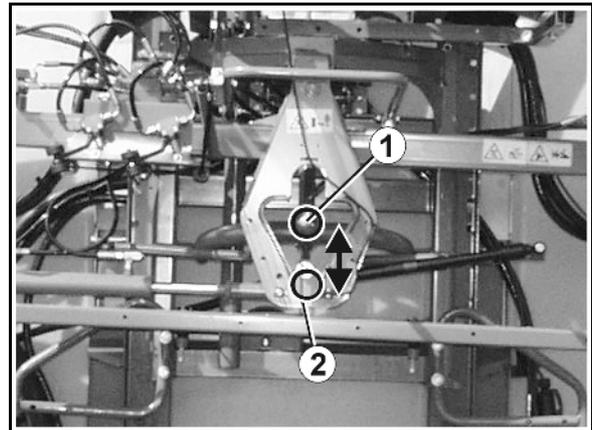

Fig. 60
Schwingungsausgleich (Fig. 60/1) entriegeln:
- Entriegelt ist der Schwingungsausgleich (Fig. 60/1), wenn im Display vom **AMATRON⁺** das geöffnete Schloss-Symbol erscheint.
- Der Schwingungsausgleich (Fig. 60/1) entriegelt und das ausgeklappte Spritz-Gestänge kann gegenüber dem Gestänge-Träger frei pendeln. Die Schutzeinrichtung vom Schwingungsausgleich ist hier zur besseren Demonstration entfernt.
Schwingungsausgleich (Fig. 60/2) verriegeln:
- **AMATRON⁺**: Verriegelt ist der Schwingungsausgleich (Fig. 60/2), wenn im Display vom **AMATRON⁺** das geschlossene Schloss-Symbol erscheint.